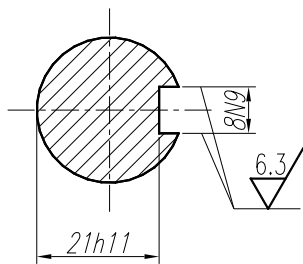

图 11-69 插入表面粗糙度块
3) 选择要插入的块名, 单击“确定”按钮, 结果如图 11-69 所示。